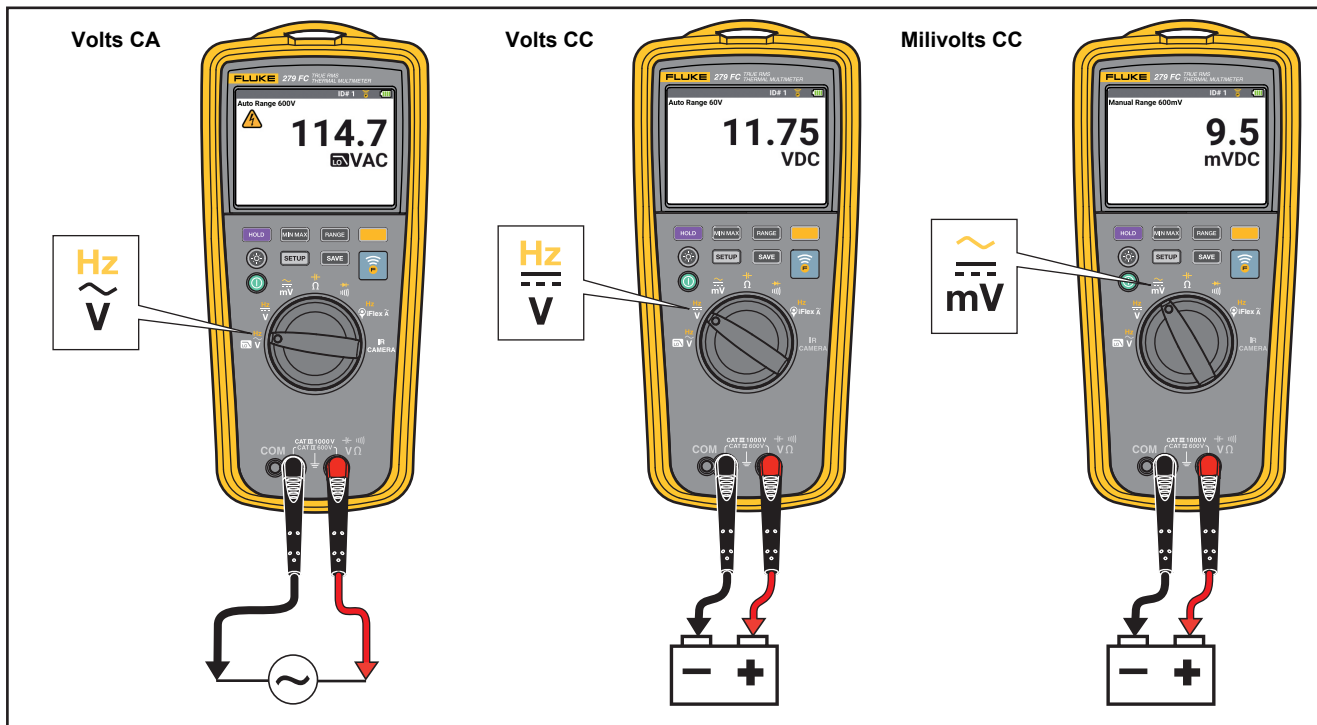

Figura 4. Medições de tensão CA e CC
- Medições de tensão CA e CC. Veja a figura 4.
1. Gire o botão giratório para . Veja a figura 4.